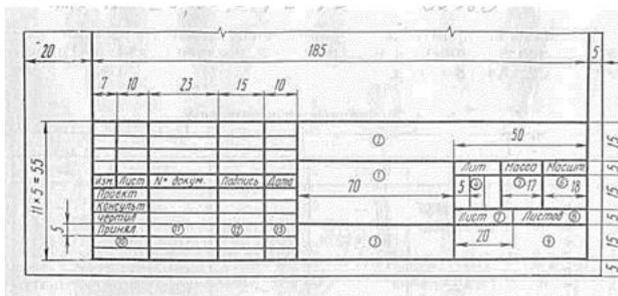

Рисунок 2
**Пример – Рисунок 1, Рисунок 2.**